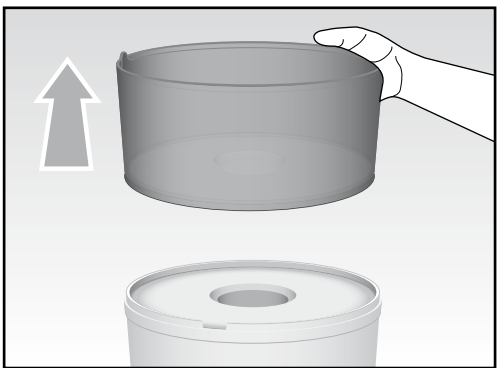
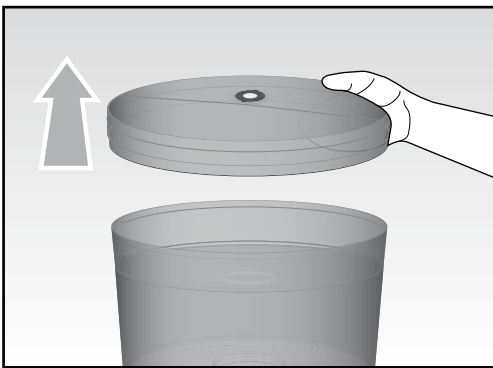
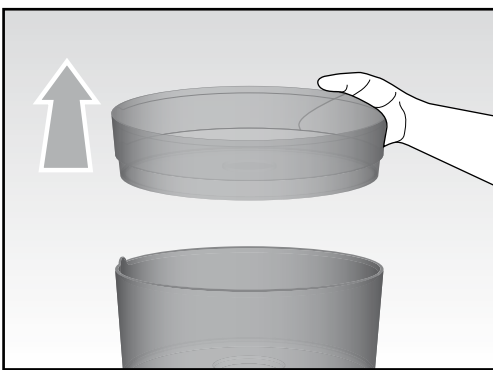
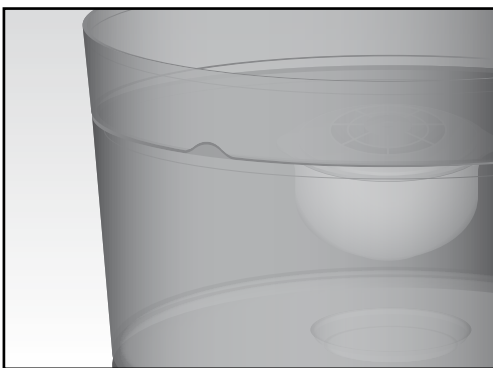

Fig. 4
Fig. 2
Fig. 3
Fig. 5
- Remove the lid (H) (Fig. 2) and take out the top tank (G) (Fig. 3) and filtered water tank (F) (Fig. 4). Wash them in lukewarm, soapy water; rinse and dry thoroughly.
- Refit the filtered water tank (F).
- Refit the top tank (G) so that the bottom slots meet with the tabs on the top part of the tank (F) (Fig. 5).
- Remove the lid (H) (Fig. 2), and take out the upper water tank (G) (Fig. 3).
- Refit the top tank (G) and then close, fitting the lid (H), so that the slots in the bottom fit over the tabs on the top part of the tank (Fig. 5).
- Den Deckel (H) (Abb. 2) entfernen und den oberen Tank (G) (Abb. 3) sowie den Tank für gefiltertes Wasser (F) (Abb. 4) abnehmen, mit lauwarmem Wasser und Spülmittel reinigen, nachspülen und gründlich trocknen lassen.
- Den Tank für gefiltertes Wasser (F) wieder anbringen.
- Den oberen Tank (G) so wieder anbringen, dass die Kerben auf seiner Unterseite an den Noppen an der Oberseite des Tanks (F) (Abb.5) zu liegen kommen.
- Den Deckel (H) (Abb. 2) entfernen und den oberen Tank (G) herausnehmen (Abb. 3).
- Den oberen Tank (G) wieder anbringen und den Deckel (H) so wieder aufsetzen, dass die Kerben auf seiner Unterseite an den Noppen an der Oberseite des Tanks (Abb.5) zu liegen kommen.